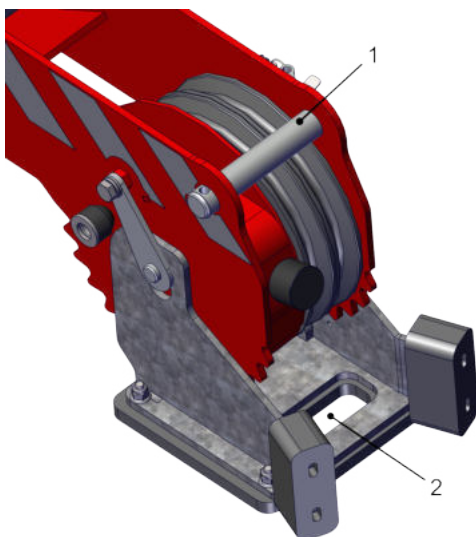

Figura 4.12 Posizionare la fune
5. Installare la fune sul gruppo di testa. Rimuovere anzitutto la spina superiore (1) del gruppo di testa. Disporre la fune sopra la puleggia centrale e fissare e bloccare nuovamente il perno superiore. Posizionare correttamente la fune attraverso la feritoia della battuta dell'argano (vedi Figura 4.12).